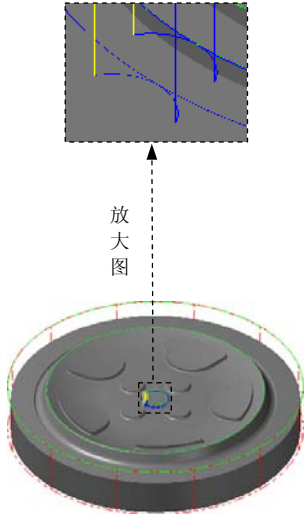

图 15.56 刀具路径
Step7. 单击“2D 刀具路径 - 外形铣削”对话框中的  按钮，完成参数设置，此时系统将自动生成图 15.56 所示的刀具路径。